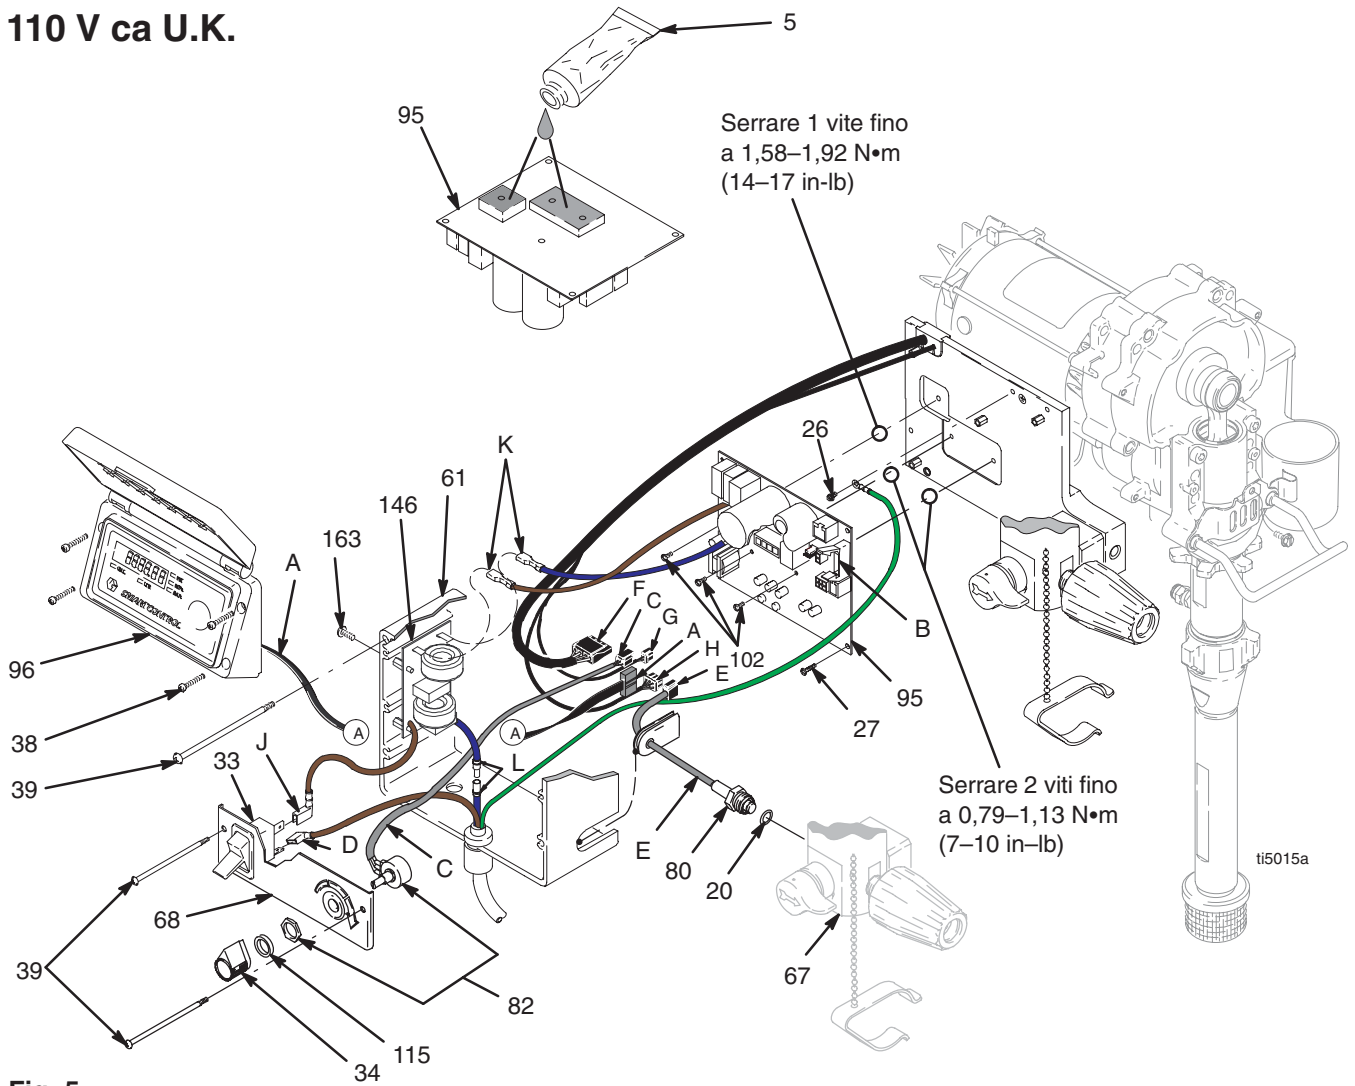

Fig. 5
- Fig. 5. Applicare una piccola quantità di composto termico 110009 (5) alle aree ombreggiate sul retro della scheda di controllo del motore (95).